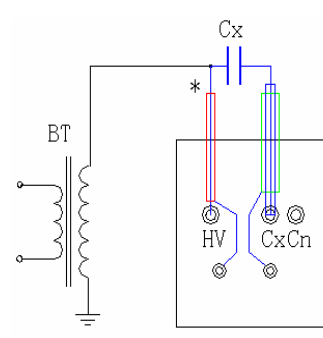
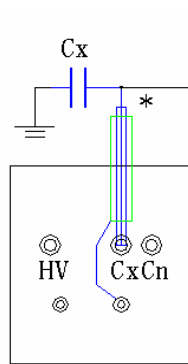

图 6：外接升压器方式
图 7：外接升压器方式
既可以测量非接地试品（图 6：与“Cx”连接的线缆内层带高压），也可以测量接地试品（图 7：与“Cx”连接的线缆内层带高压）。
- 按图 6 或图 7 接线，将电缆插头端的引出线连至专用接地端；